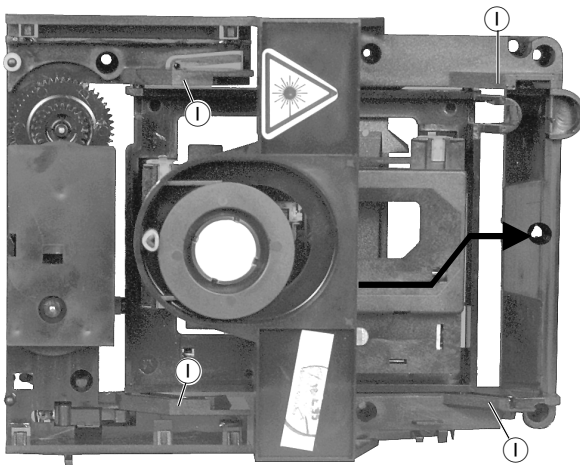

Fig. 10
- Den Schlitten nach rechts hochschieben (Fig. 10, 11).
- Beim Wiedereinsetzen auf richtigen Sitz in den Führungen **I** achten (Fig. 10).
- Move the sled to the right (Fig. 10, 11).
- Take care of the guide rail **I** when fitting the sled (Fig. 10).